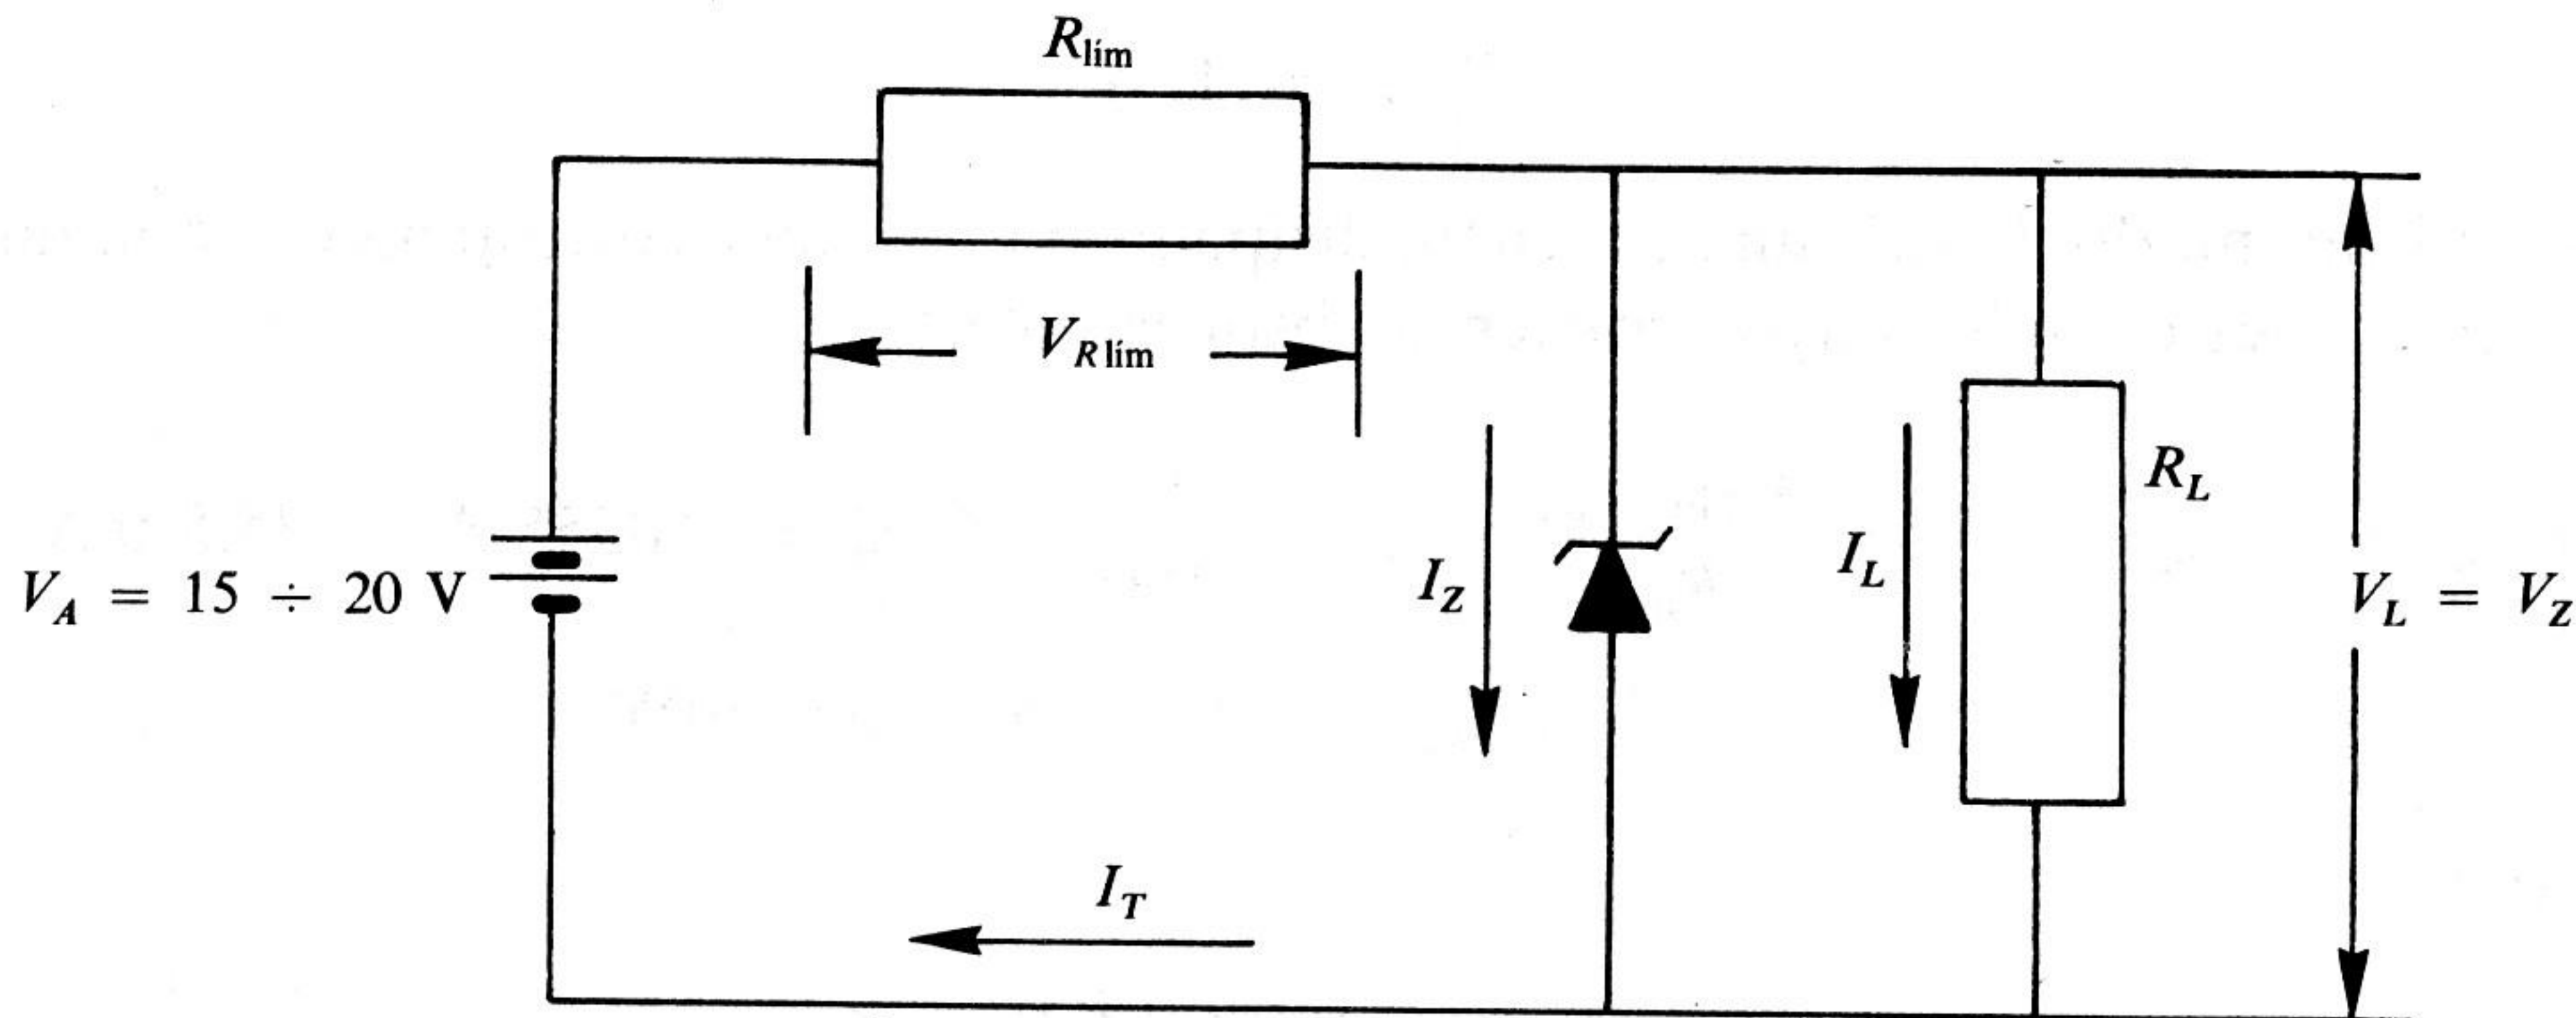

Figura 6.4. Regulador de tensión con zéner para fuente de tensión variable.
El esquema de diseño se representa en la Figura 6.4.
7. Montar el circuito de la Figura 6.4 y comprobar su funcionamiento correcto aun en las condiciones extremas. Se ha de tener en cuenta que el zéner a emplear será buscado en catálogo comercial según los valores calculados y rehacer los cálculos si $I_{Z\text{min}}$ fuera mayor que la estimada.